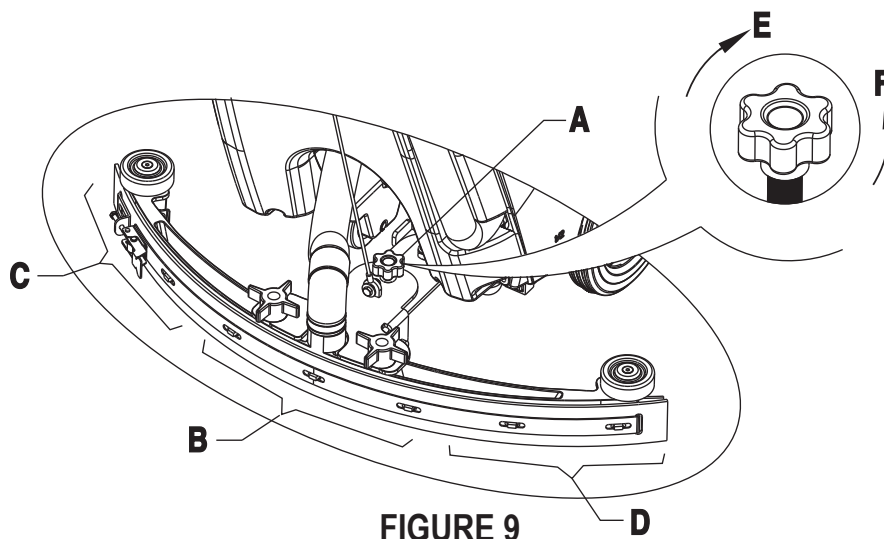

FIGURE 9
- Réglez la raclette à l'aide du bouton de réglage (A) (Figure 9).